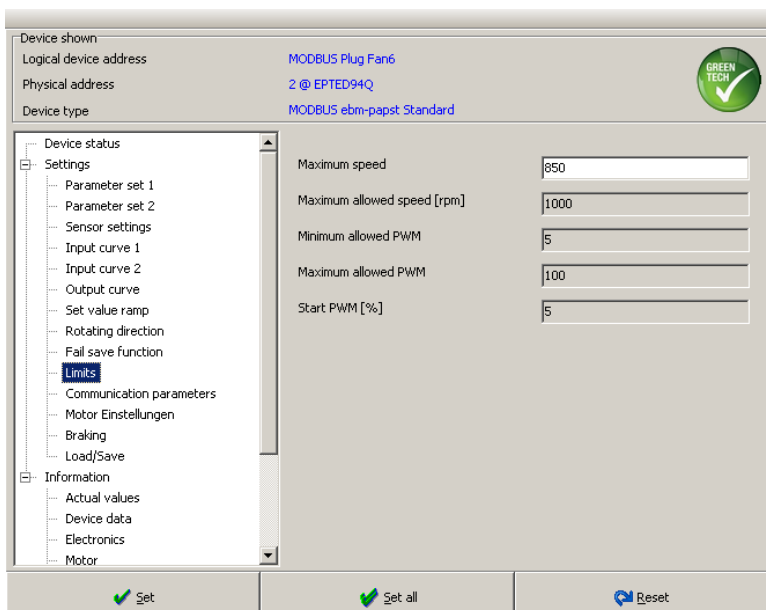

Fig. 13: Limit values
- Limits ebm-papst (Fig. 13): 5 to 100% PWM signal